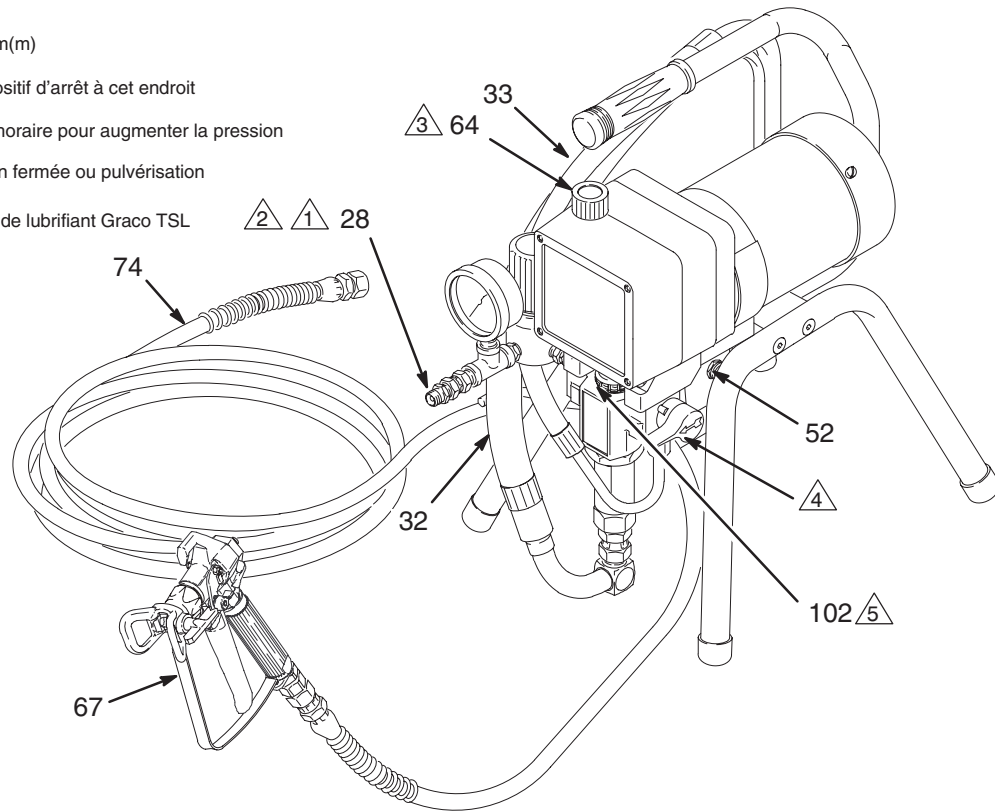

Fig. 4
3. ne jamais installer un dispositif d'arrêt entre le filtre et le flexible principal. Voir Fig. 4.
REMARQUE: Voir Fig. 4 et les autres figures indiquées dans le texte pour la procédure de démarrage du pulvérisateur.